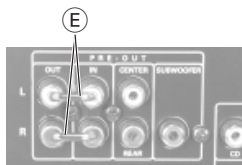

Fig. 3
- 2 Steckerbrücken der PRE-OUT-Buchsen (E) (Fig. 3) abziehen.
- Pull out the 2 plug-in bridges of the PRE-OUT sockets (E) (Fig. 3).
- 22 Schrauben ① und 2 Schrauben ② auf der Geräterückseite (Fig. 3) herausdrehen.
- Undo 22 screws ① and 2 screws ② on the rear of the set (Fig. 3).